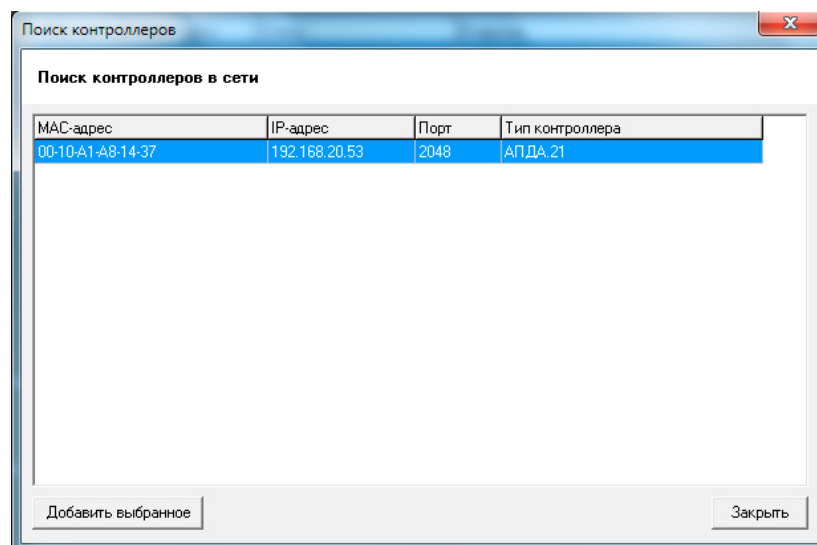

Рисунок 30 – Диалог "Поиск контроллеров"
- 8.1) Нажмите на кнопку "Искать". В диалоге "Поиск контроллеров" (см. Рисунок 30) отобразится список контроллеров, найденных в сети.